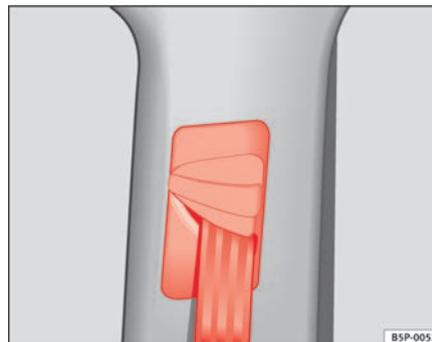

Fig. 17 Dispositivo di regolazione dell'altezza della cintura
- Premere sulla staffa di inversione posta in alto, tenendola poi in questa posizione ⇒ fig. 17.